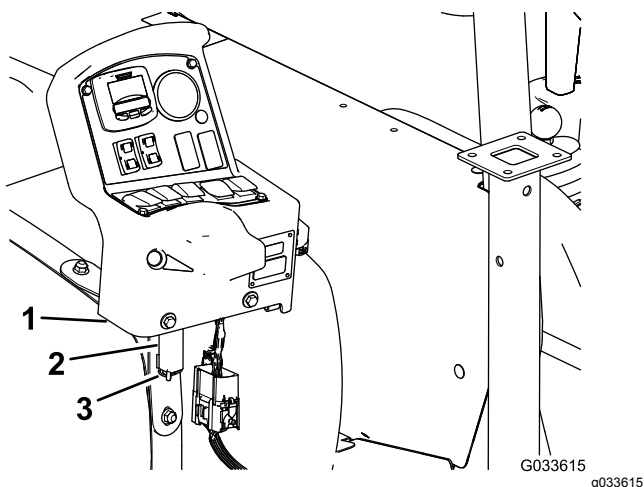

Рисунок 132
7. Снимите консоль с монтажного кронштейна на приборной панели автомобиля и совместите ось поворота управляющей консоли с кронштейном для хранения на переднем хомуте бака (Рисунок 132);
- Установите консоль на кронштейн и прикрепите ось поворота к кронштейну с помощью шплинта (Рисунок 132).